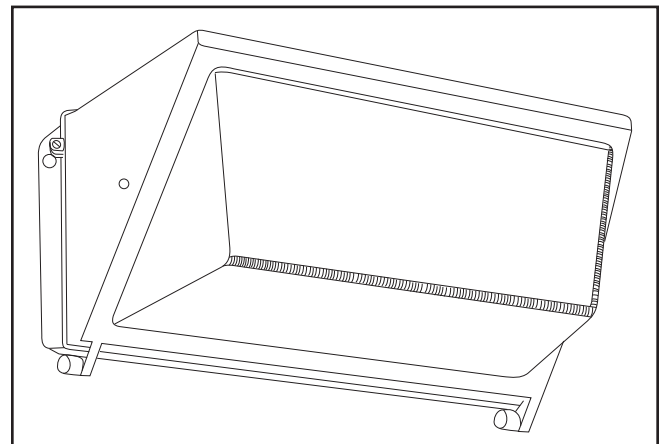

Figure 1. WPLLED100
1. Ouvrez le luminaire en desserrant les deux vis inviolables avec l'embout Torx T-20 inclus sur le côté opposé aux charnières et retirez la porte vitrée. Retirez les bouchons (Figure 1). - Figure 2.)